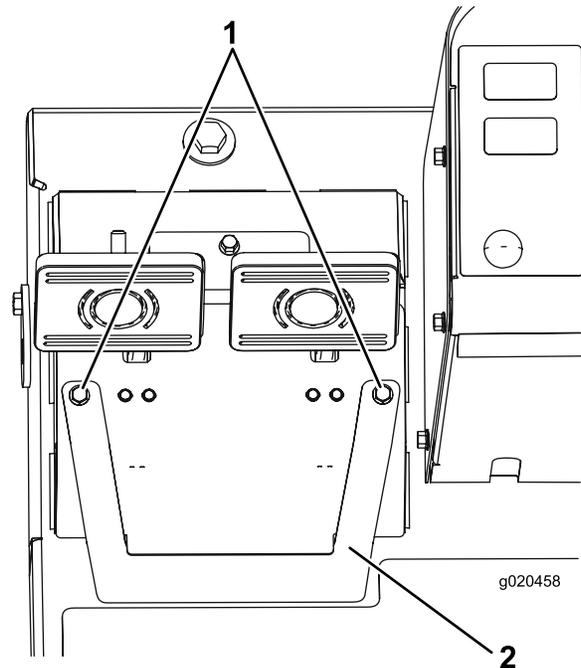

Figura 67
- A. Allentate le 2 viti di fissaggio e rimuovete il coperchio di regolazione dei freni (Figura 67).